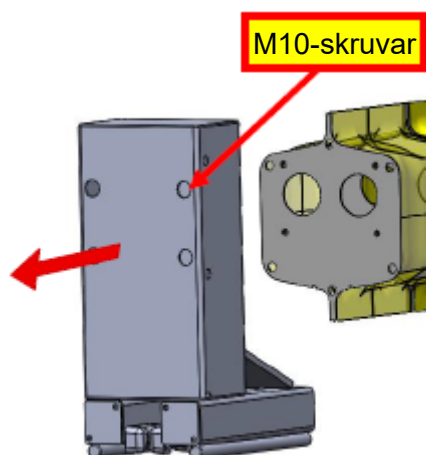

Fig. 12: Släden skjuts framåt längs skenan för fastsättning av monteringsplattorna.
6. Skruva loss de fyra M16-skruvorna i de främre hålen för släden och ta sedan bort släden genom att skjuta den längs skenan med hjälp av ett hanteringsverktyg (fig. 12–13).